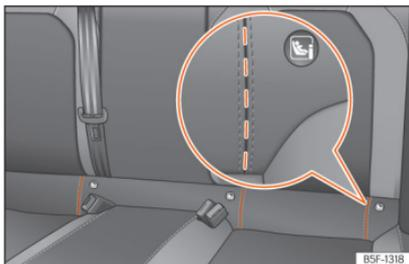

Fig. 32 Banco traseiro: ranhuras recortadas para aceder aos anéis de fixação ISOFIX/i-Size.
«ISOFIX». Em alguns veículos, os anéis estão fixos à armação do banco e noutros ao piso traseiro. Os anéis «ISOFIX» estão situados entre o encosto e o assento do banco traseiro »» Fig. 32, »» Fig. 33. Os anéis Top Tether estão situados na zona posterior dos encostos
- Proceda previamente à abertura manual do recorte situado atrás das ranhuras marcadas para ter acesso às argolas de fixação »» Fig. 32.